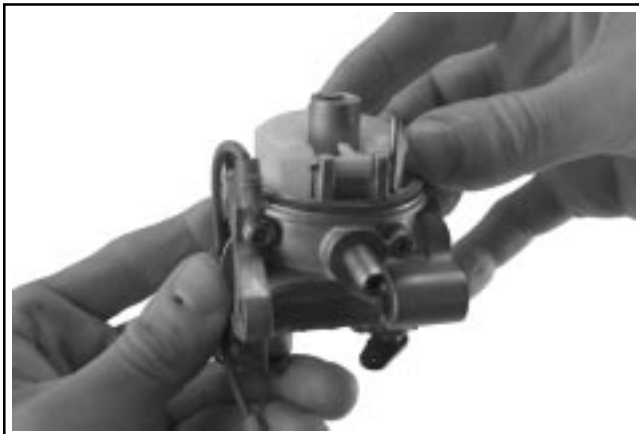

Figure 5-10. Installation du flotteur et du pointeau d'admission de carburant.
3. Insérer le pointeau d'admission de carburant dans le flotteur. Aligner le pointeau sur le siège et mettre en place le flotteur dans le corps du carburateur. Voir la Figure 5-10. Installation de l'arbre du flotteur.